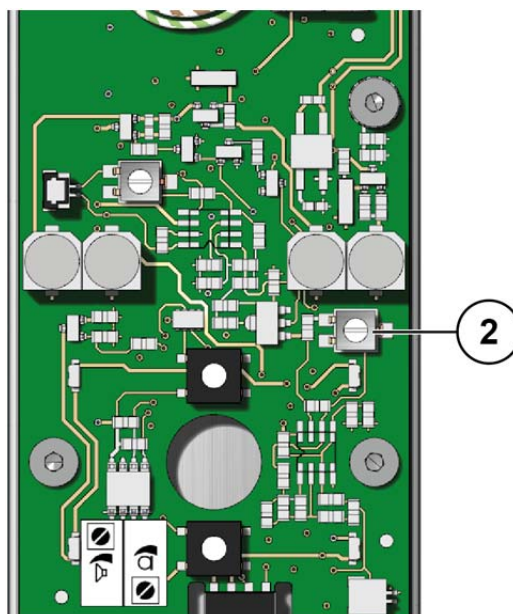

Abb. 12: Lautstärke Mikrofon einstellen
- ▶ Drehen Sie den Regler **(2)** nach rechts, um die Lautstärke an der Innenstation zu erhöhen (Abb. 12).